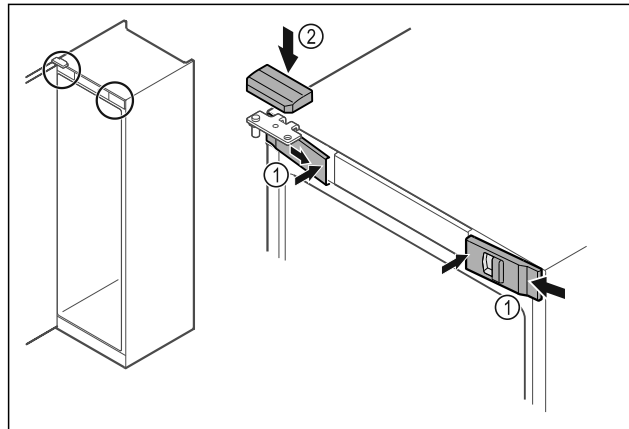

Fig. 53
- Передні кришки Fig. 53 (1) зачепити збоку та зафіксувати всередині.
- Зафіксуйте верхню кришку Fig. 53 (2) зверху.